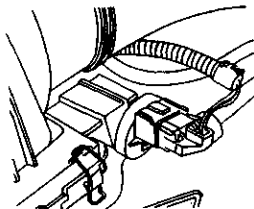

图 2-6 拔下活性炭罐电磁阀的导线插头
10) 拔下活性炭罐电磁阀 (ACF 阀) 的导线插头, 如图 2-6 所示。从空气滤清器上取下活性炭罐电磁阀。